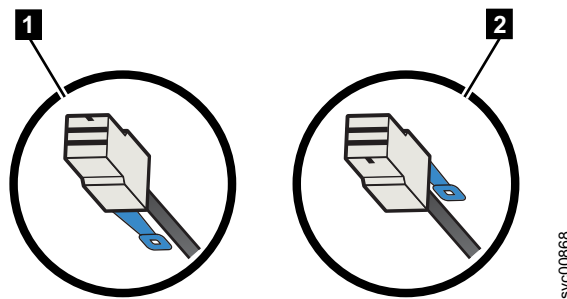

Figura 42. Orientación del conector de cable SAS
- Cuando conecte un alojamiento de expansión, la pestaña extraíble azul debe estar por debajo del cable (**1** en Figura 42).
- Cuando se conecta un 2145-SV1, la pestaña extraíble azul debe estar por encima del conector (**2** en Figura 42).